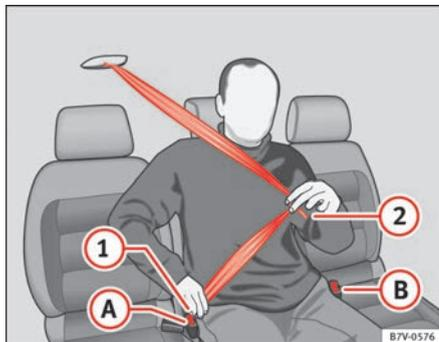

Abb. 12 Sicherheitsgurt am mittleren Sitz in der zweiten Sitzreihe anlegen.
- Gurtband an der Schlosszunge ⇒ **Abb. 12** **1** nach unten ziehen. Dabei das Gurtband **nicht** verdrehen ⇒ **⚠**.
- Gurtband an der Schlosszunge ⇒ **Abb. 12** **2** über das Becken des Insassen ziehen.
- Rote Taste im Gurtschloss ⇒ **Abb. 12** **A** drücken. Die Schlosszunge springt heraus.
- Rote Taste im Gurtschloss ⇒ **Abb. 12** **B** drücken. Die Schlosszunge springt heraus.